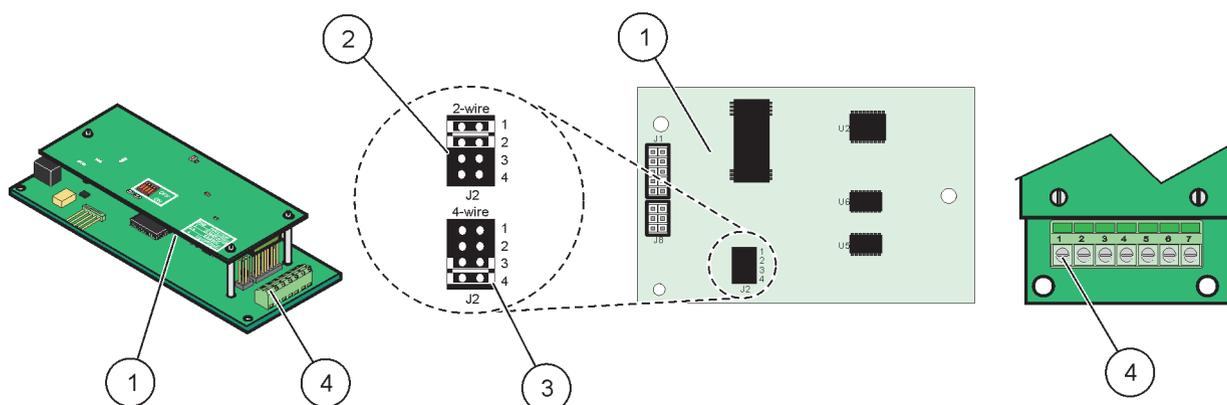

Figura 24 Connessioni scheda Modbus RS485 (YAB021)
4. Inserire il cavo attraverso la base del modulo e preparare ed inserire correttamente ciascun filo nel terminale in accordo a Figura 24/Tabella 7.